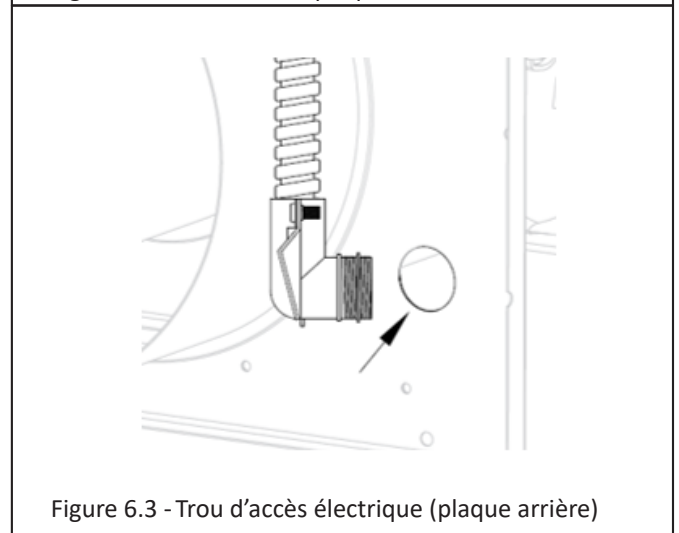

Figure 6.3 - Trou d'accès électrique (plaque arrière)
4. Insérez le faisceau de câbles du KPV dans le trou d'accès électrique du couvercle arrière du chapeau. Voir Figure 6.3.